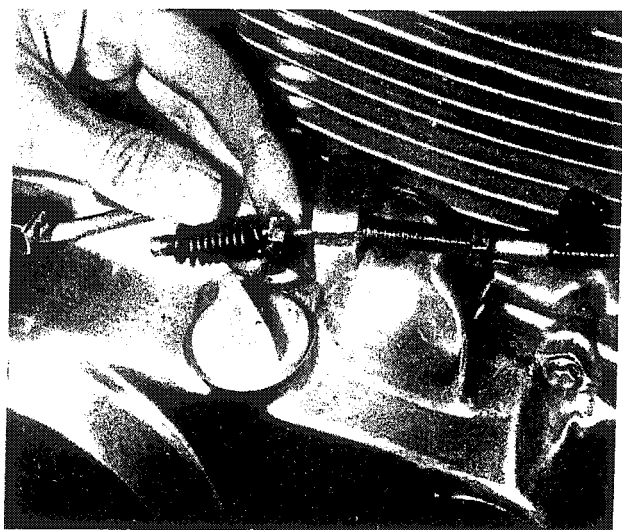

Bild 18
- Den Gummiblag vom unteren Ende des Kupplungszuges zurückziehen, so dass die Gegenmutter der Einstellschraube ganz zurückgeschraubt werden kann. Den Kupplungszug soweit wie möglich lockern, so dass das Seil vom Kupplungshebel am Getriebegehäuse ausgehängt werden kann (Bild 18). Eventuell muss der Schlitz im Hebel mit einem Schraubendreher etwas aufgeweitet werden, damit das Seil ausgehängt werden kann. Den kompletten